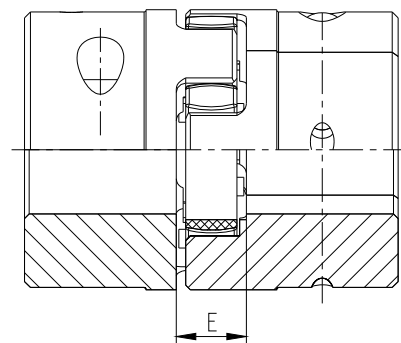

Figura 9: Montaje del acoplamiento
- Desplace los grupos en dirección axial, hasta haber alcanzado la medida E (véase figura 9).